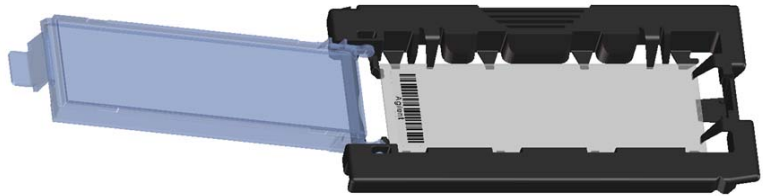

Abbildung 8 In Objektträgerhalter eingelegter Objektträger
- d** Senken Sie den Objektträger behutsam in den Objektträgerhalter ab. Siehe Abbildung 8.